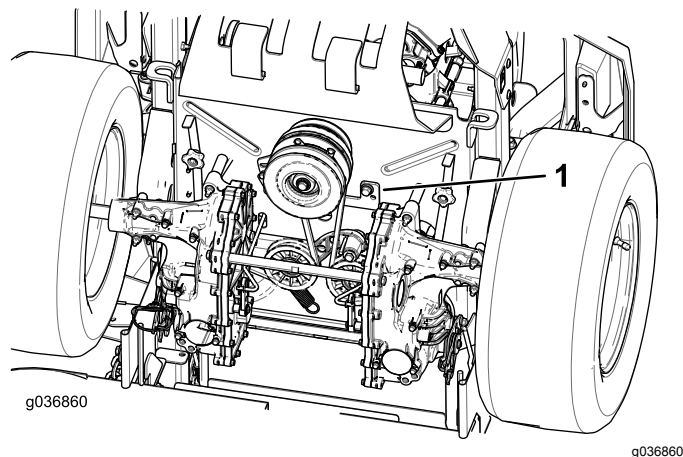

Рисунок 66
5. Снимите упор муфты (Рисунок 66).
9. Установите упор муфты (Рисунок 66).